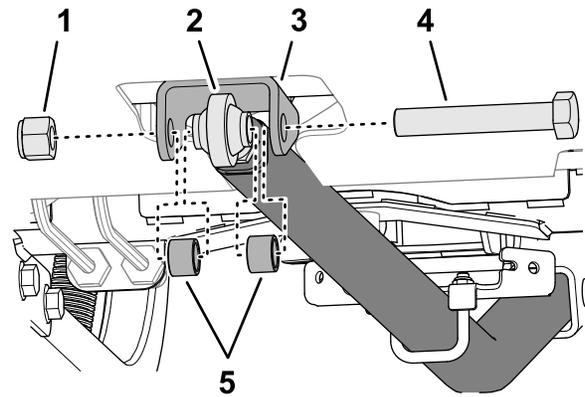

Figure 13
- Alignez le trou côté tige de la barre d'attelage et les trous du support de la barre d'attelage au niveau la cloison du cadre arrière (Figure 13).
- Fixez le côté tige de la barre d'attelage sur le support à l'aide de la vis (3/4 x 4 1/2 po), de 2 rondelles et d'un contre-écrou (3/4 po), comme montré à la Figure 13.